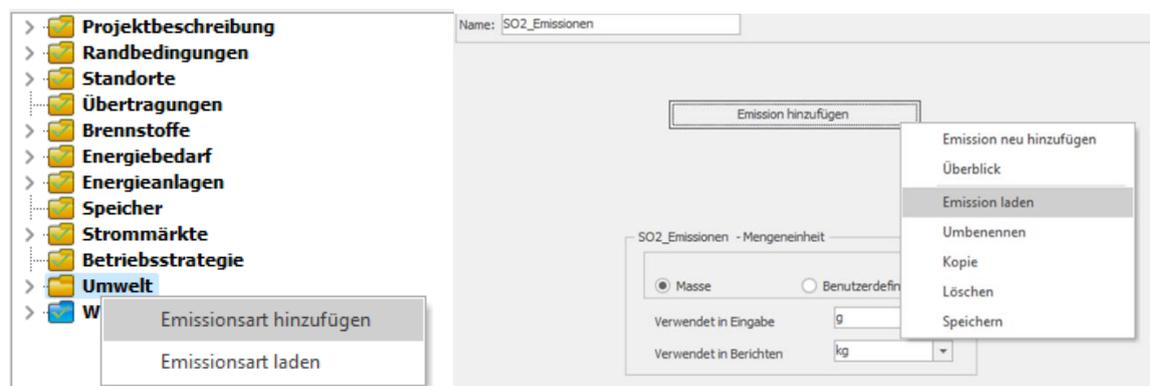

Abbildung 4: Anlegen einer Emissionsart und Laden von Emissionsvorlagen
Vorlagen für die Emissionen können in energyPRO dazu genutzt werden, das eigene Projekt hinsichtlich der gesamten Umweltwirkung aller Erzeuger zu bewerten. Dafür muss zunächst in dem Reiter „Umwelt“ eine neue **Emissionsart** (z.B. SO2aq-Emissionen) hinzugefügt und hinsichtlich ihrer Größenordnung definiert werden. Innerhalb dieses Fensters können dann die Emissionsvorlagen (**.env** Dateien) geladen werden (**Abbildung 4**).
Die Massen der **Eingabe** (Abbildung 4 rechts) sind von den jeweiligen Emissionstypen abhängig und sollten für CO2-Emissionen in Kilogramm, für SO2 und NOx in Gramm angegeben werden. Für weitere Informationen zur Berechnung von Umweltwirkungen empfehlen wir unseren Guide dazu (EN).